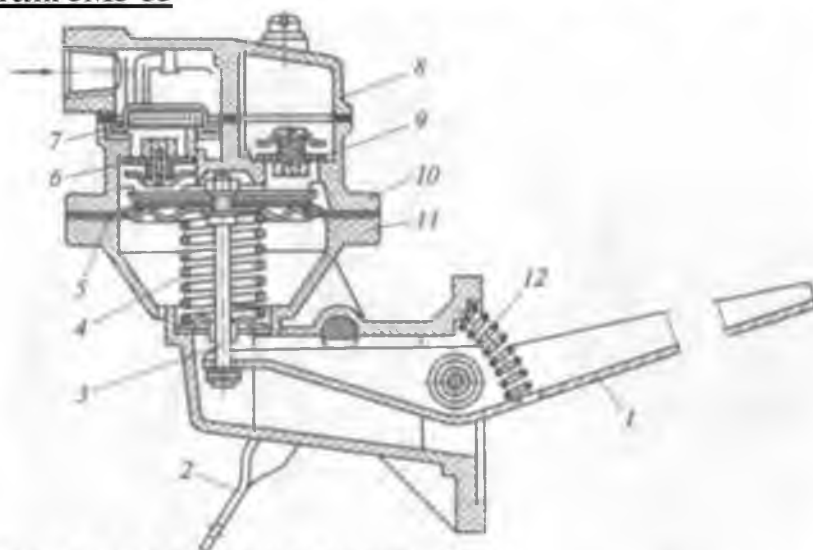

Рис. 1.13. Топливный насос Б-9ДГ:
Иллюстративный материал — рис. 1.13—1.17, учебные плакаты.
2. Разобрать топливный насос Б-9ДГ (см. рис. 1.13) в следующем порядке: